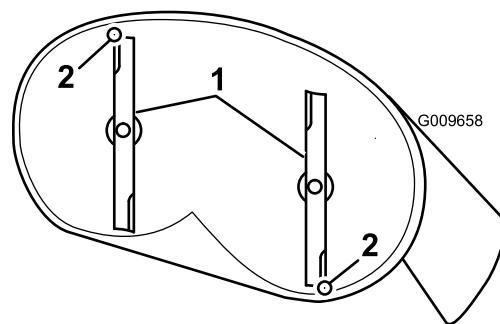
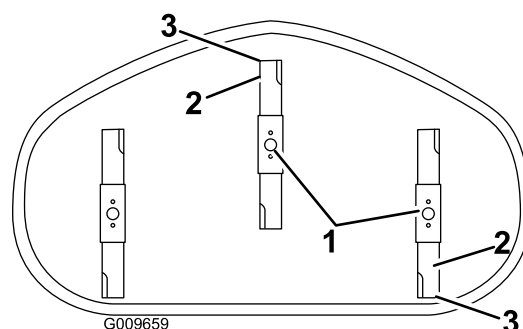

Figura 70
Figura 71
4. Rode cuidadosamente as lâminas para que estejam da frente para trás (Figura 70 e Figura 71).
5. Meça da ponta da lâmina da frente até à superfície plana e da ponta da lâmina de trás até à superfície plana (Figura 70 e Figura 71).
9. Após o ajuste, verifique inclinação entre frente e a traseira, continue a ajustar a porca até que a ponta da lâmina frontal esteja 1,6 a 7,9 mm mais baixa que a ponta da lâmina traseira (Figura 70 e Figura 71).